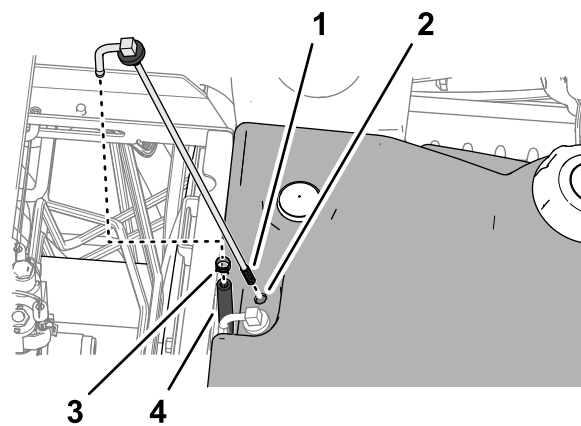

図 132
- ホースを燃料ピックアップチューブに固定しているクランプを外す **図 132**。
- 燃料ピックアップチューブについているスクリーンを洗浄する **図 132**。